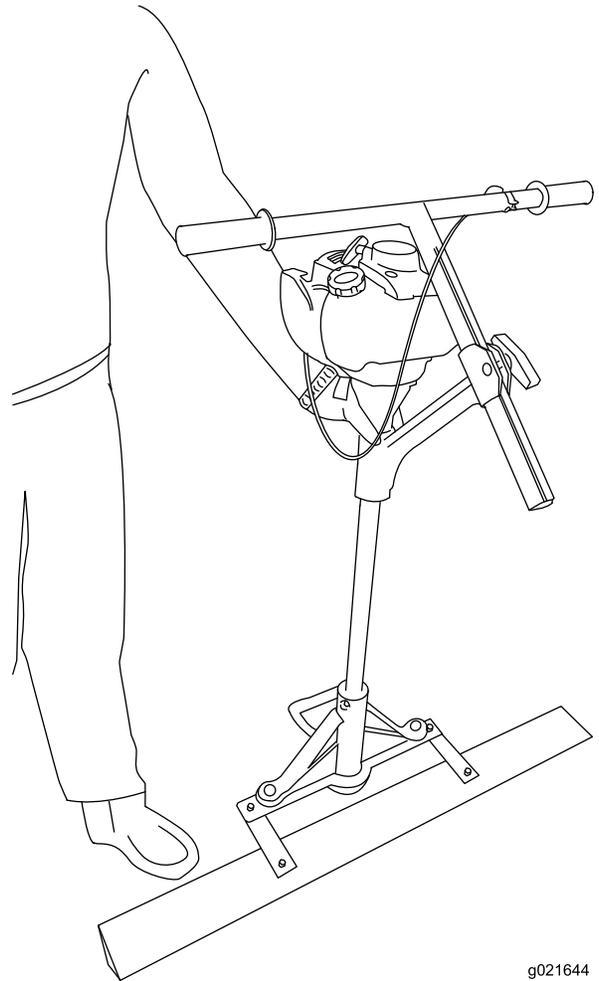

Figura 15
- Utilice la posición de repostaje para llenar el depósito de combustible (Figura 15). Con una mano firme en el eje de la máquina, y una lata de gasolina junto al operador, desenrosque el tapón de combustible, recoja la lata de gasolina y llene el depósito de combustible de la máquina.
3. Ponga la máquina en la posición de repostaje de gasolina (Figura 15).